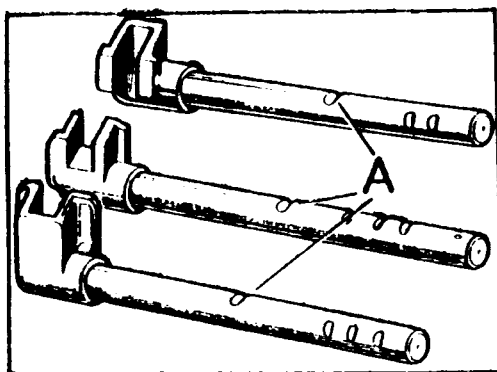

Fig. C-89 Posición de las horquillas respecto a los ejes selectores
- 3.2. Situar las horquillas en los ejes, alineando los orificios para los tornillos de las horquillas con las muescas existentes en la parte superior de los ejes selectores. En el eje selector de 1ª y 2ª se tendrá en cuenta que la muesca donde se tiene que fijar la horquilla es la más próxima a la parte delantera del eje (Fig. C-89).